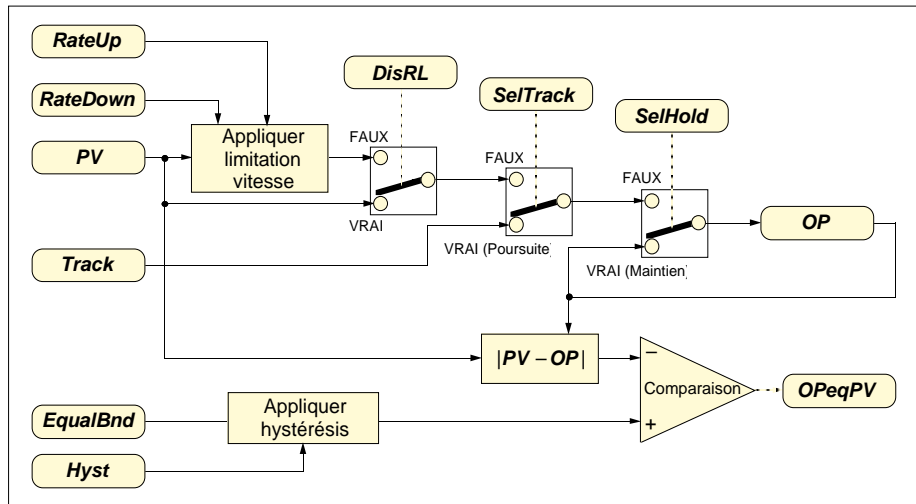

Figure 6-13 Schéma du bloc RATE_LMT
Voir le schéma de la figure 6-13. Le bloc RATE_LMT limite la vitesse de changement d'une sortie **OP**, lorsque celle-ci essaie de suivre une entrée **PV** de "valeur cible" dynamique. Des vitesses de croissance et de décroissance **OP** peuvent être définies séparément.
- Mode, FallBack (Mode, Reprise)** (Auto/Track/Hold - Auto/Poursuite/Maintien). Modes de fonctionnement et de reprise du bloc par l’intermédiaire des paramètres *Options* correspondants. Le schéma de la figure 6-13 montre les priorités de ces modes et leur action sur *PV* et *OP*. Noter que plus d’un mode peut être sélectionné à la fois, mais seul le mode à la priorité la plus haute est exploité. Le mode sélectionné à la priorité immédiatement inférieure (ou Auto par défaut) constitue le mode de reprise.